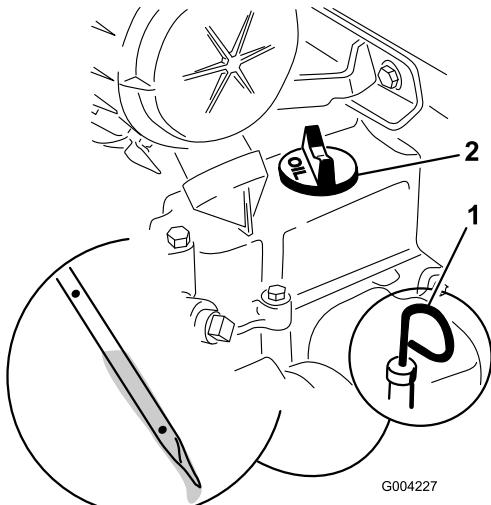

Figura 17
4. Limpie alrededor de la varilla de aceite (Figura 17).
5. Retire la varilla y límpie el extremo metálico (Figura 17).
6. Introduzca la varilla a fondo en el tubo de la varilla (Figura 17).
8. Si el nivel de aceite es bajo (por debajo del orificio inferior), límpie alrededor del tapón de llenado de aceite y retire el tapón (Figura 17).